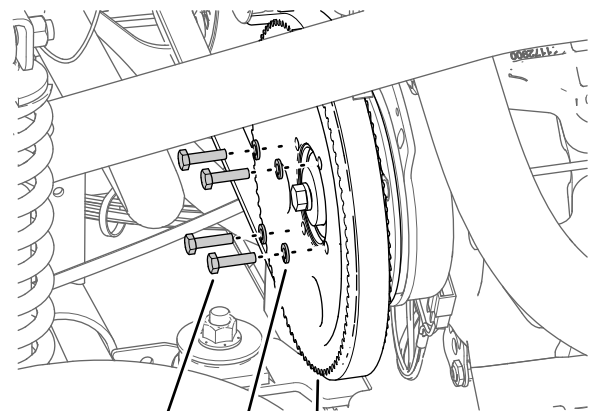

图179
3. 拆下将皮带轮固定到打药机泵上的4个螺栓1/4 x 1英寸和4个锁定垫圈1/4英寸图179。